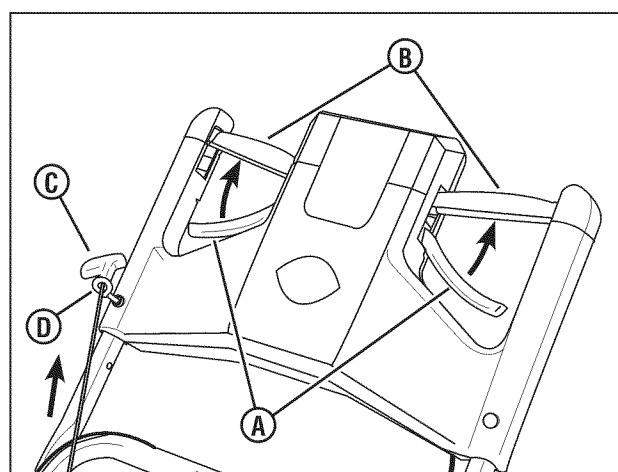

Figura 3: Manilla de la cuerda del motor de arranque
1. Apriete el control de la cuchilla (A, Figura 3) contra el control de transmisión (B).
2. Tire de la manilla del motor de arranque (C) hacia fuera del motor hasta la guía para la cuerda (D). Enganche la cuerda del motor de arranque en la guía para la cuerda (debe quedar tensa).